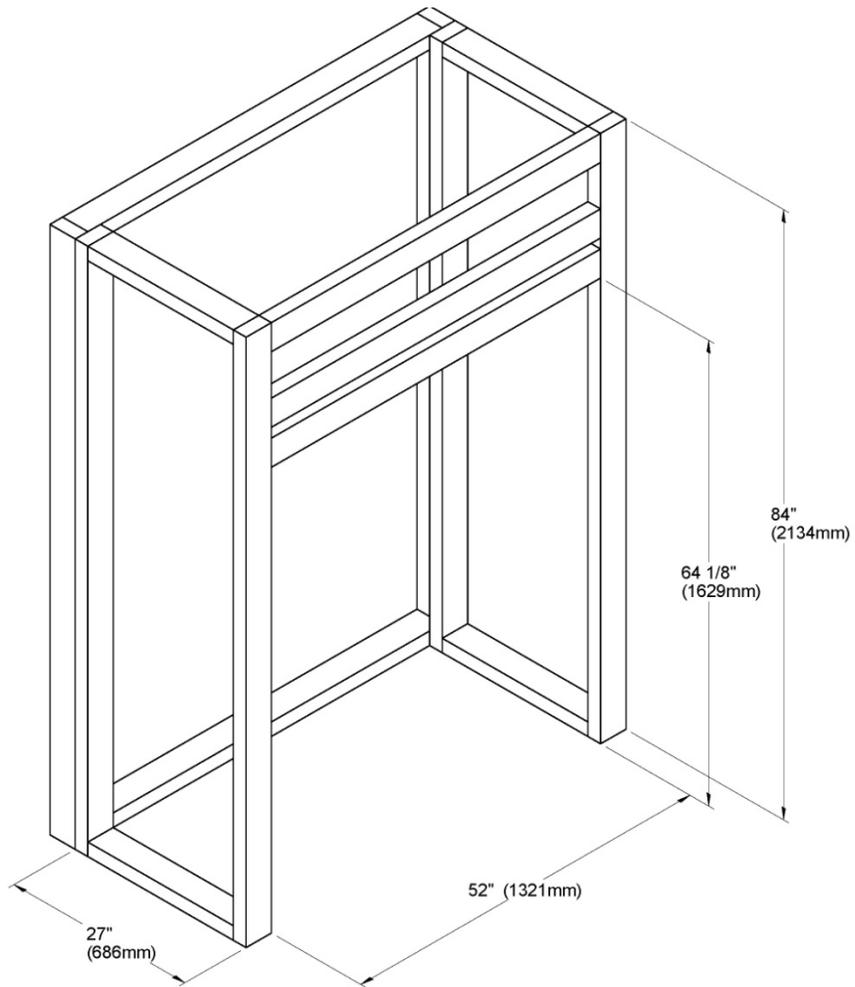

Figure 15
B. Construisez le châssis du foyer à l'aide de montants verticaux placés sur les côtés du foyer, allant du plancher au plafond (voir Figure 15). Reculez un peu les montants par rapport au
rebord frontal du foyer d'un espace équivalent à l'épaisseur du matériau de finition, pour que celui-ci soit à ras de la finition du foyer (en tenant compte des limites de la Figure 15). Posez les entretoises entre les montants verticaux seulement de la façon suivante :